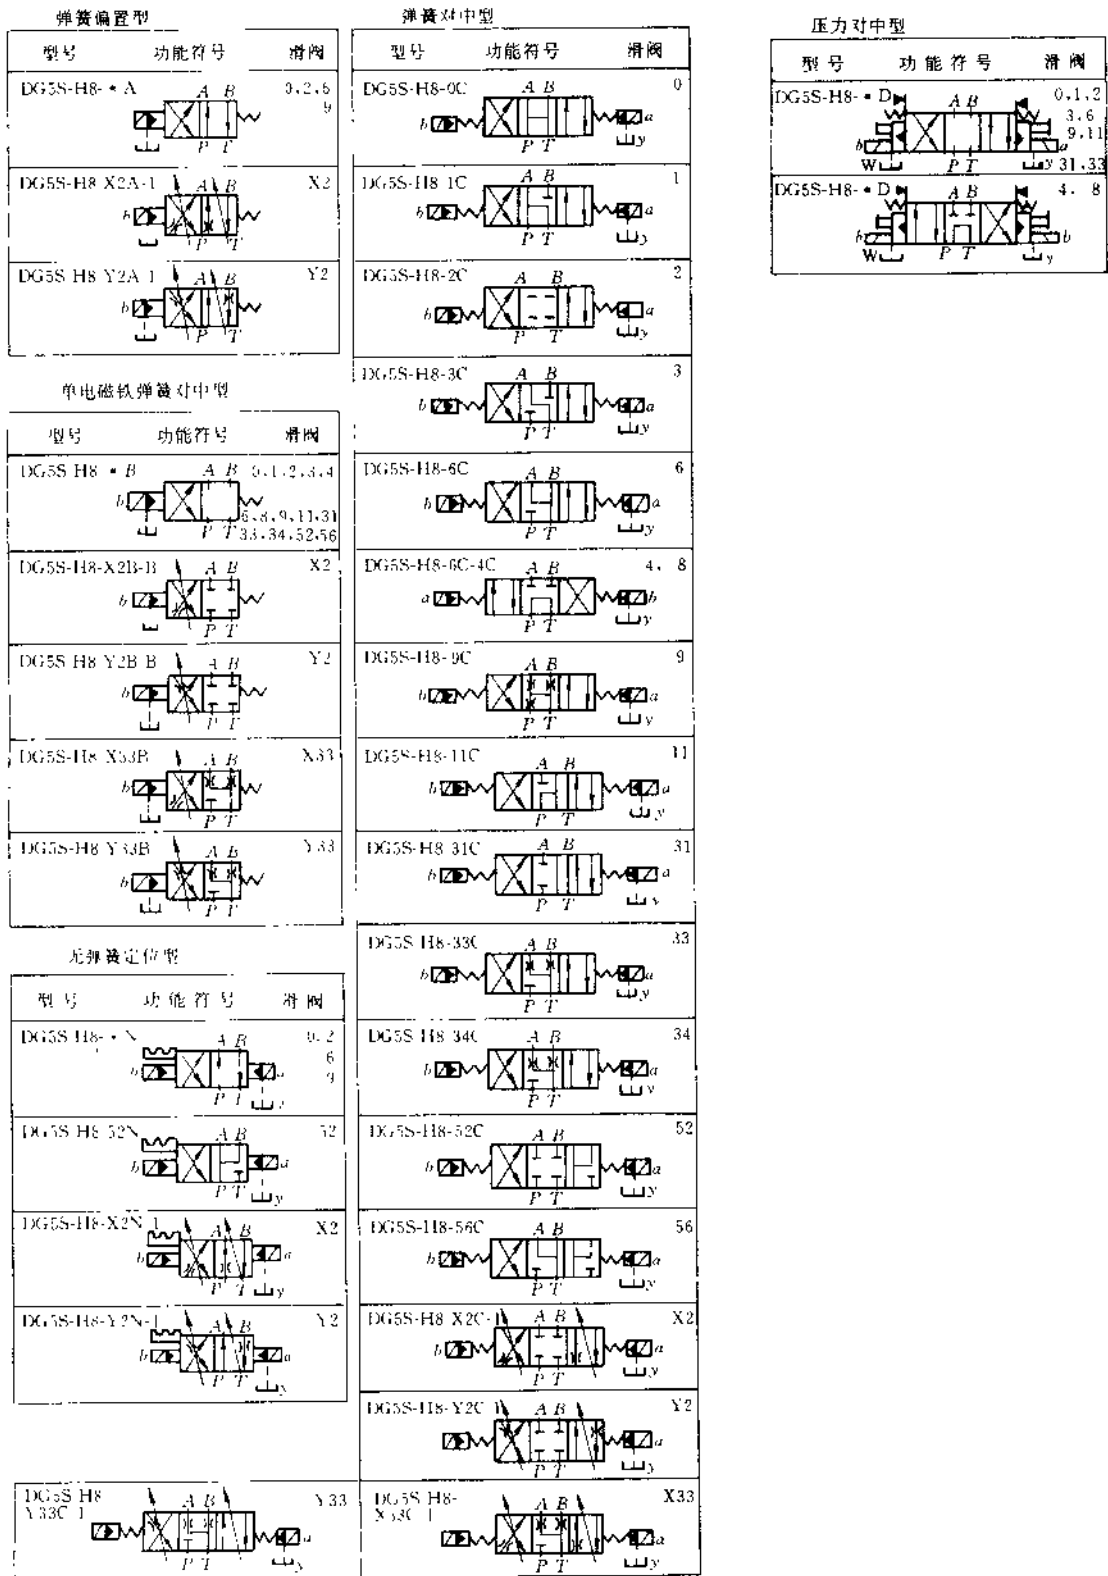

图 16.7-41 DG5S-H8 型电液换向阀滑阀机能
③ 通径: H8——NG20
④ 滑阀机能: 见图 16.7-41
⑤ 弹簧配置形式